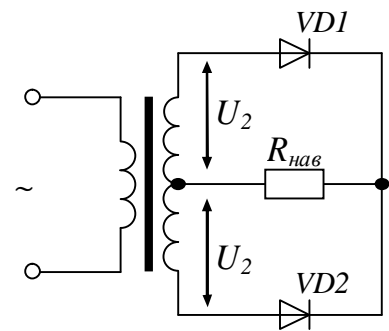
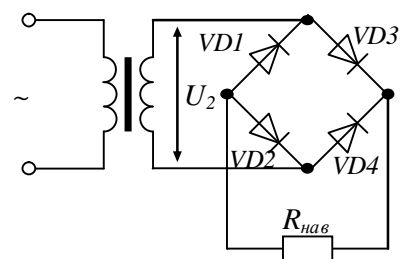

Рис. 11.2
Рис. 11.3
Випрямлена напруга для двопівперіодного випрямляча з середньою точкою (рис. 11.2) і мостової схеми (див. рис. 11.3)
– для однопівперіодного випрямляча з середньою точкою і мостової схеми (рис. 11.2)
– для двопівперіодного випрямляча (мостової схеми (рис. 11.3)
**11.2.** Амплітуда напруги вторинної обмотки трансформатора двопівперіодної схеми випрямляча (рис. 11.2) 210 В. Визначити випрямлений струм, що проходить через кожний діод, якщо опір навантаження 510 Ом.
**11.4.** У схемі двопівперіодного випрямляча (див. рис. 11.2) через навантаження проходить постійний струм 600 мА. Чи можна в схемі використовувати діоди типу Д229В, у яких найбільший середній прямий струм не перевищує 400 мА?
**11.5.** Визначити частоту пульсації першої гармоніки напруги на навантаженні двопівперіодного випрямляча (див. рис. 11.2), якщо напруга первинної обмотки трансформатора має частоту 400 Гц?
**11.6.** Для схеми двопівперіодного випрямляча (див. рис. 11.2) визначити випрямлену напругу на навантаженні, якщо діюче значення напруги вторинної обмотки трансформатора 120 В.
**11.7.** У схемі двопівперіодного випрямляча (див. рис. 11.2) зворотна напруга, яка діє на кожному діоді, складає 47 В. Визначити випрямлену напругу на навантаженні.
**11.8.** Визначити амплітуду змінної напруги на навантаженні в схемі двопівперіодного випрямляча (див. рис. 11.2), якщо випрямлений струм, що проходить через кожний діод, 70 мА, а опір навантаження 39 Ом.
**11.9.** Частота коливань пульсації випрямленої напруги в схемі двопівперіодного випрямляча (див. рис. 11.2) 2 кГц. Яка частота живильної мережі?
**11.10.** Визначити випрямлену напругу на навантаженні двопівперіодної мостової схеми випрямляча (рис. 11.3), якщо амплітуда напруги первинної обмотки трансформатора 150 В, а коефіцієнт трансформації трансформатора 2.
**11.12.** Визначити діюче значення напруги вторинної обмотки трансформатора в схемі двопівперіодного мостового випрямляча (рис. 11.3), якщо через кожний діод тече струм 150 мА, а опір навантаження 430 Ом.
**11.17.** У схему двопівперіодного мостового випрямляча (рис. 11.3) увімкнений згладжувальний індуктивно-ємнісний фільтр. Визначте елементи фільтра  $L_{\phi}$ ,  $C_{\phi}$ , якщо випрямлений струм, який проходить через кожний діод, 100 мА, випрямлена напруга на навантаженні 150 В, частота мережі 50 Гц, коефіцієнт згладжування  $q = q_L \cdot q_C = 100$ .